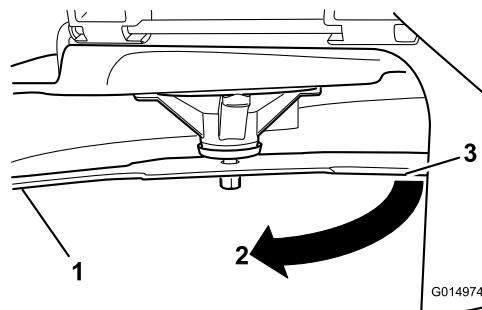

Figura 57
3. Distanza misurata tra la lama e la superficie (A)
4. Ruotare la stessa lama di 180 gradi in modo che il tagliente opposto si trovi ora nella stessa posizione (Figura 57).